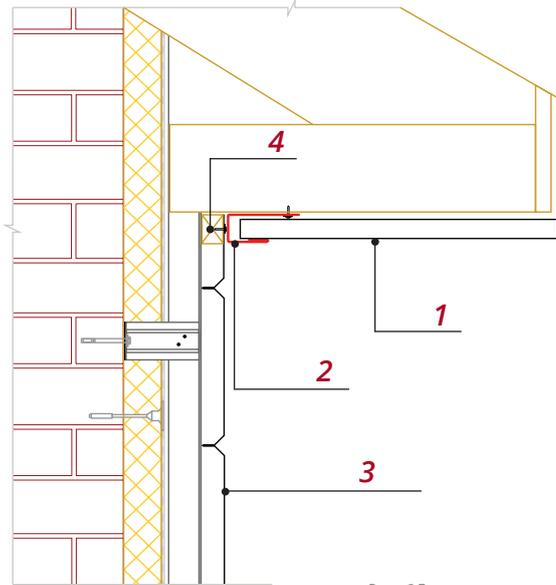

Рис. 25
■ Когда подшивка карнизного свеса производится металлическим или пластиковым софитом **1**, край панели **3** закроеется приемным J-профилем или молдингом **2** (рис.25).